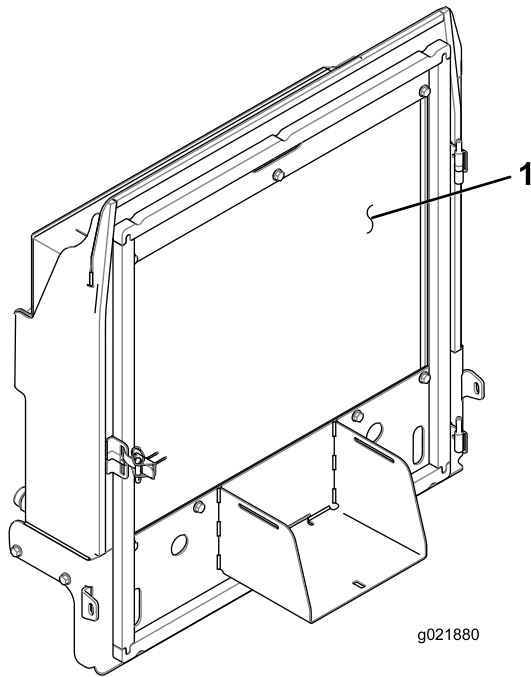

Bild 94
4. Reinigen Sie beide Seiten des Kühlers bzw. Ölkühlers gründlich mit Druckluft (Bild 94).